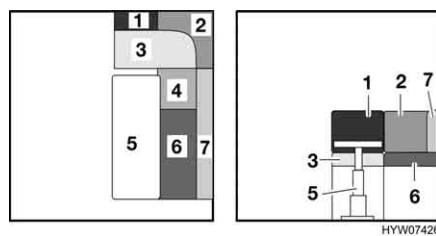
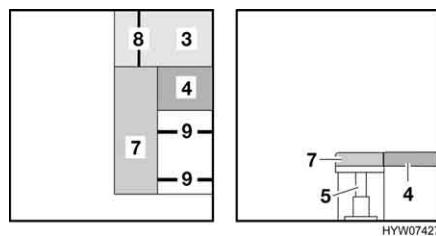

Bild 119 Vor dem Umbau
Bild 120 Während des Umbaus
- Den festen Tisch mit Teleskopfussfuß (Bild 119,5) zum Bettunterbau umbauen (siehe Abschnitt 6.7).
- Die Rückenpolster (Bild 119,1 und 2) abnehmen und beiseite legen.
- Das Rückenpolster (Bild 119,7) abnehmen und so auf den Tisch legen, dass die beiden Haltebänder (Bild 120,9) nach außen zeigen. Das Halteband (Bild 120,8) muss nach hinten zeigen.
- Das Sitzpolster der Längsbank (Bild 119,6) abnehmen und beiseite legen.
- Die beiden Haltebänder (Bild 120,9) mit den Druckknöpfen befestigen.
- Das Sitzpolster der Querbank (Bild 120,3) innen anheben und das Halteband (Bild 120,8) ebenfalls mit dem Druckknopf befestigen.